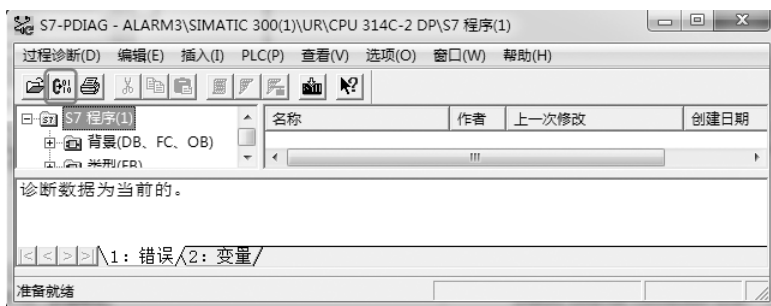

图 12-151 组态过程诊断
5) 组态过程诊断。在 SIMATIC Manager 界面的菜单中，单击菜单栏的“选项”→“组态过程诊断”，弹出如图 12-151 所示界面；单击“编译”按钮 ，如果没有错误，则图中 S7 程序（1）处的红色叉号消失。编译后，SIMATIC Manager 的“块”中自动生成一些程序块，这些程序块与故障诊断相关。